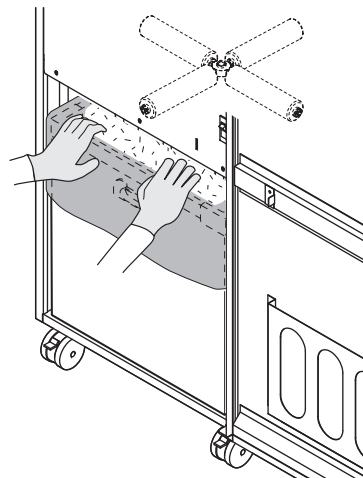

図7 細断紙片の押し下げ
- 1.扉⑧を開けて電源スイッチ①の下側を押して電源を切ってください。
- 2.チップボックス⑬上部の細断紙片を、手で押し下げてください。 **図7 参照**
- 3.チップボックス⑬を引き出し、細断紙片を捨ててください。 **P15『細断紙片の処理方法』参照**
- 4.電源スイッチ①の上側を押して電源を入れて、扉⑧を開めてください。
- 5.スタートスイッチ⑰を押して、電源表示ランプ⑲と細断可表示ランプ⑳を点灯させてください。
- スタートスイッチ⑰を押して復帰した後も、セキュリティレベルを保持しています。必要に応じて再設定してください。